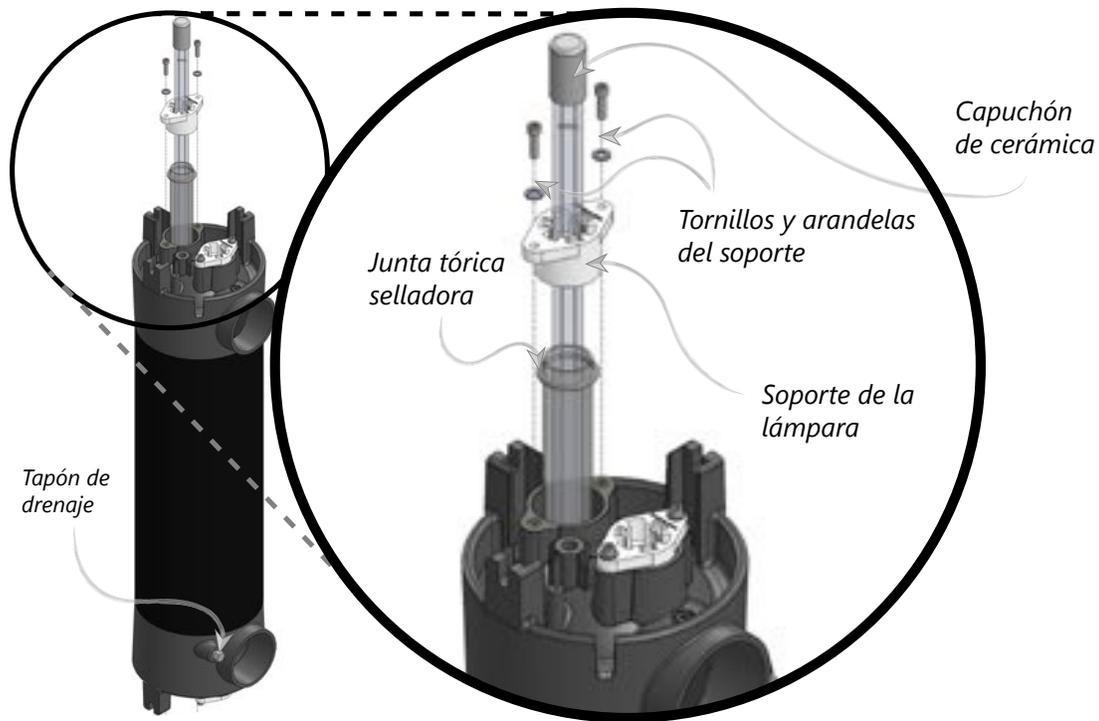

Figura 15: Submontaje del reactor UV
3. Coloque el soporte de la lámpara sobre el tubo de cuarzo. Utilice la llave hexagonal que está incluida en la bolsa de piezas para fijar el soporte de la lámpara al reactor UV utilizando los tornillos del soporte de la lámpara y las arandelas, tal como se muestra en la figura 15. Asegúrese de que los rebordes del soporte de la lámpara estén completamente asentados en el reactor UV.